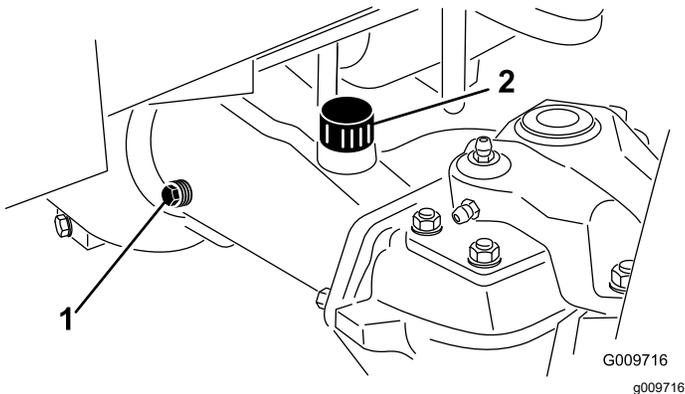

Figura 91
- Retire un tapón de verificación de un extremo del eje (Figura 91) y asegúrese de que el aceite llega al borde inferior del orificio. Si el nivel es bajo, retire el tapón de llenado (Figura 91) y añada suficiente aceite para que el nivel llegue al borde inferior de los orificios de los tapones de verificación.